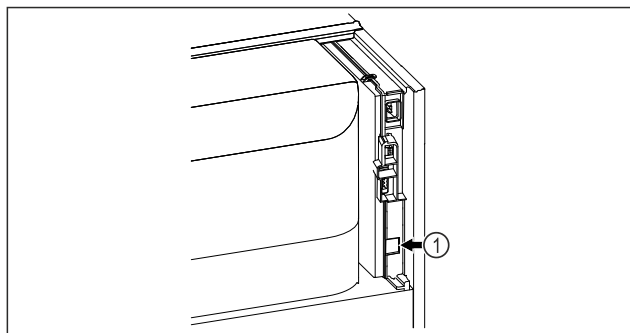

Fig. 183
- SmartModule Fig. 183 (1) naudojamas.